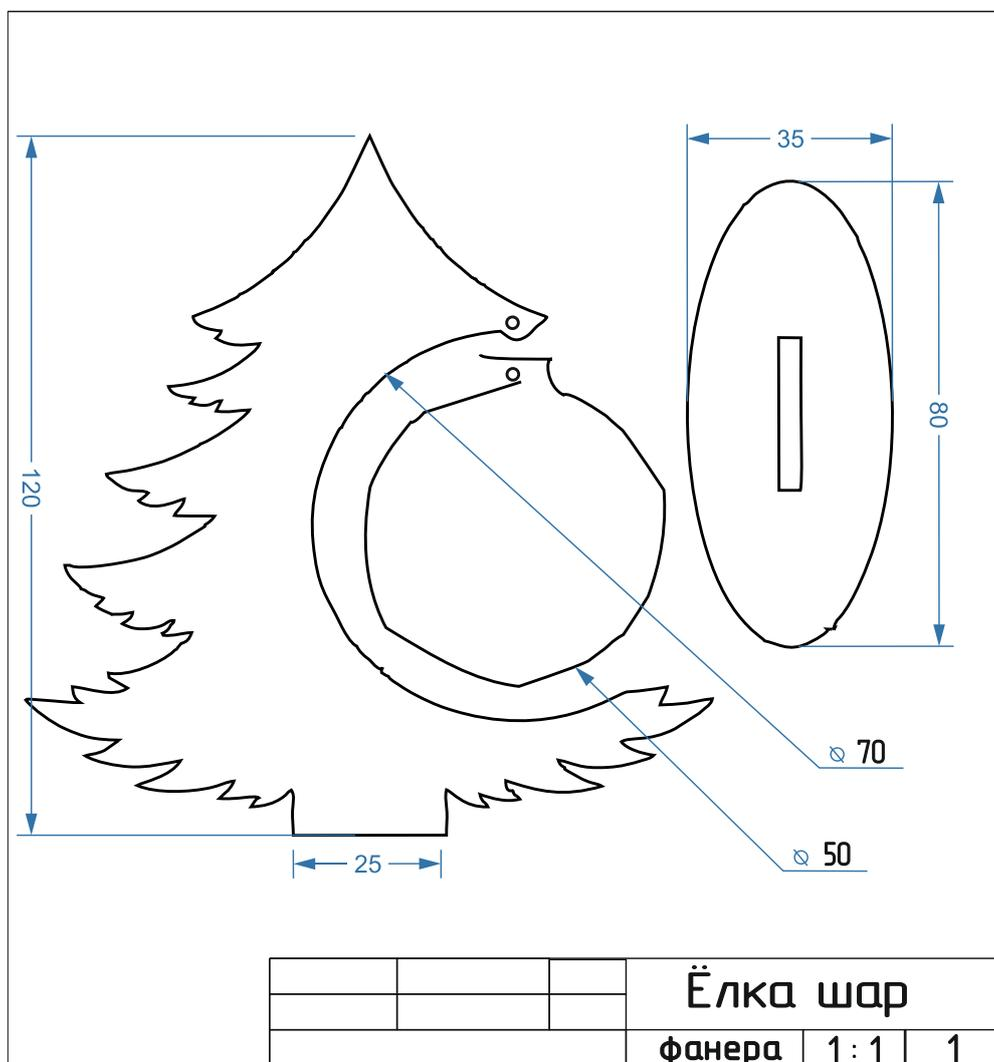

Рис. 1. Чертеж Ёлка шар
2. По чертежу изготовить изделие «Ёлка шар» (рис. 1).